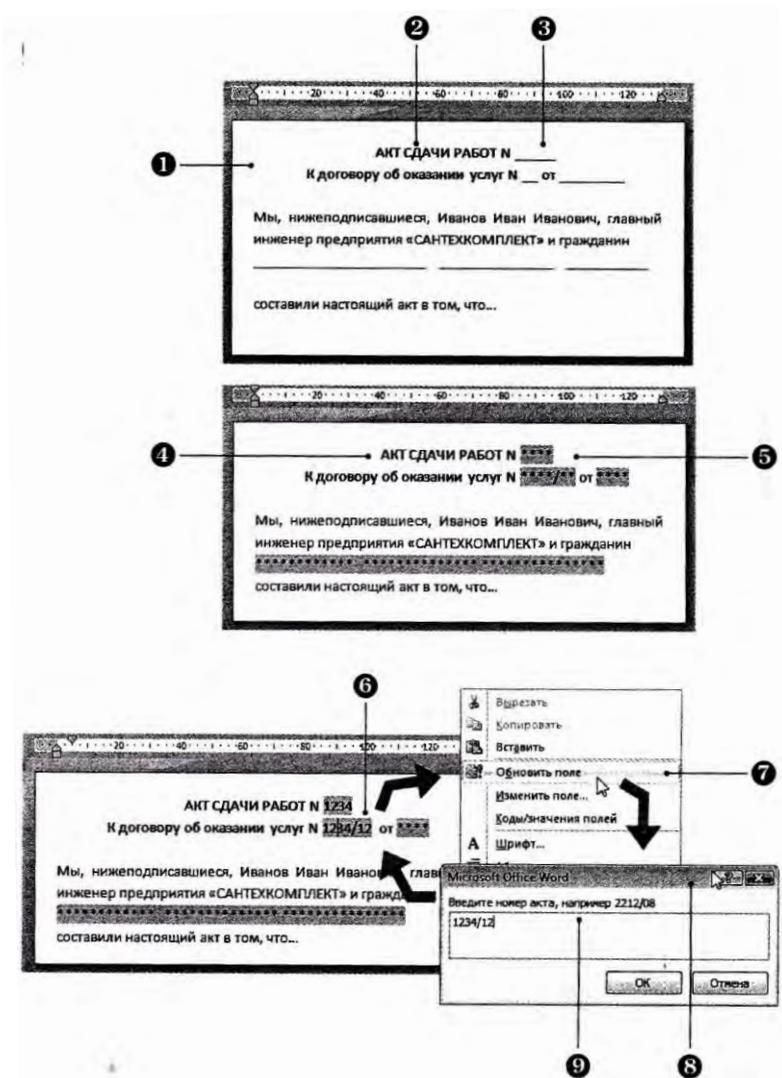

Рис. 2.4. Пример бланка с полями заполнения
1. Электронные бланки (рис. 2.4) разрабатываются на основе обычных печатно-бумажных прототипов. Печатный бланк 1 содержит элементы двух категорий: постоянные 2 и стационарные 3. Стационарные элементы печатаются на бланке, переменные представлены пустыми графами, которые заполняются вручную.
Поле запроса Ask открывает диалоговое окно с запросом, обращенным к пользователю. Отличие от Fill-in заключается в том, что полученный ответ пользователя на запрос в специальном диалоговом окне (рис. 2.4) воспроизводится не в самом поле Ask, а в тех местах, где разработчик расставил заранее специальные закладки.